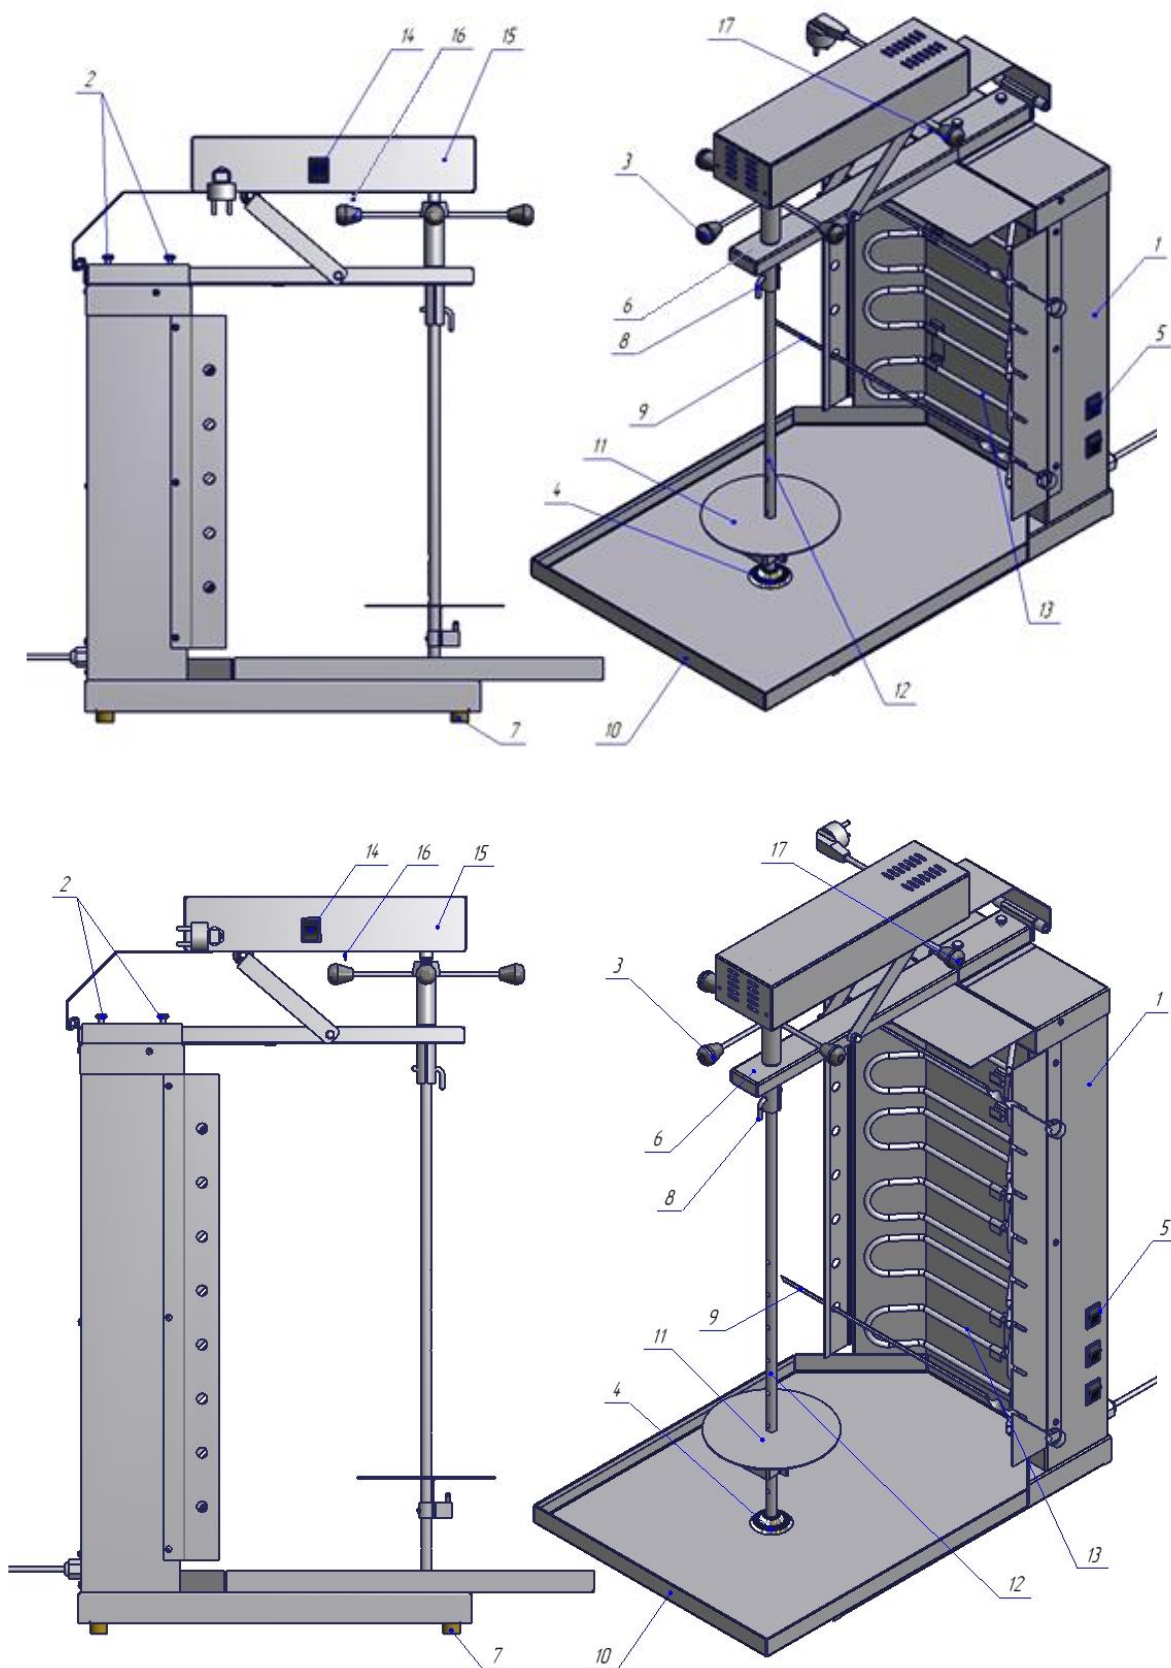

Рис.1
5.1. Основные части изделия указаны на рис.1 и перечислены в таблице 1.
- 8.1. Готовое для жарки мясное филе нанизывают на шампур (12) см. рис.1, на котором предварительно установлена упорная шайба (11). Высоту мясного цилиндра задают, перемещая упорную шайбу (11) вдоль шампура (12). Нанизывать мясные пластины необходимо таким образом, чтобы получить по возможности цилиндрическую форму.